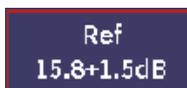

図 11-22 (Ref) ゲイン調整ボックス
1. タブキーを押して基準ゲイン (Ref) 調整ボックスをハイライトします（200 ページの図 11-22 参照）。